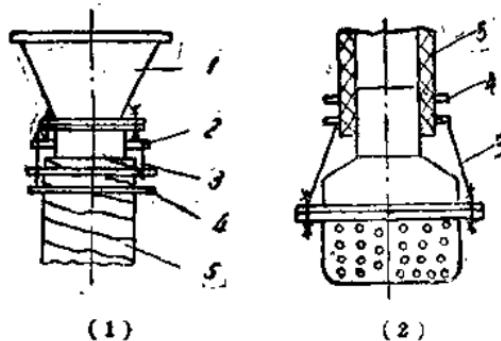

图 6
(2) 将吸水龙头或吸水胶管用铁卡子卡住，同时用铁丝与短节管子的铁钩联结在一起，如图 6 所示。